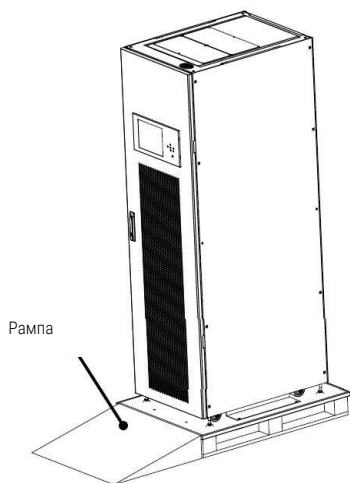

Рисунок 2-3
3. Установите рампу в передней части шкафа. См. рисунок 2-3.